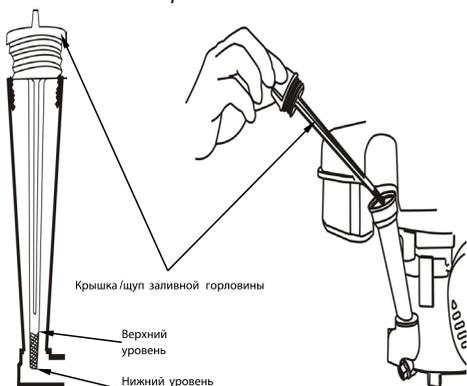

РИС.12
1. Извлеките крышку/щуп и начисто протрите его (рис.12)